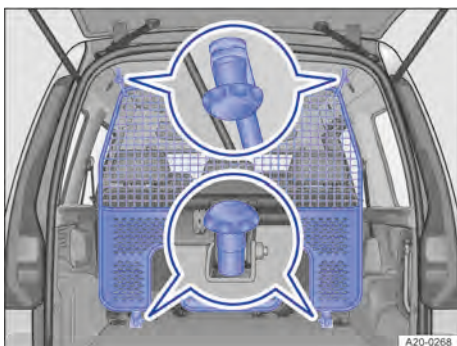

Abb. 155 Im Laderaum: Verstellbare Trennwand hinter der zweiten Sitzreihe.
3. Verstellbare Trennwand an den hinteren Befestigungspunkten im Dach festschrauben → Abb. 155.
4. Verstellbare Trennwand an den unteren Verankerungen festschrauben → Abb. 155.
3. Verstellbare Trennwand an den vorderen Befestigungspunkten im Dach festschrauben → Abb. 155.
1. Verstellbare Trennwand an den unteren Verankerungen losschrauben → Abb. 155.
2. Verstellbare Trennwand an den Aufnahmen im Dach losschrauben → Abb. 155.